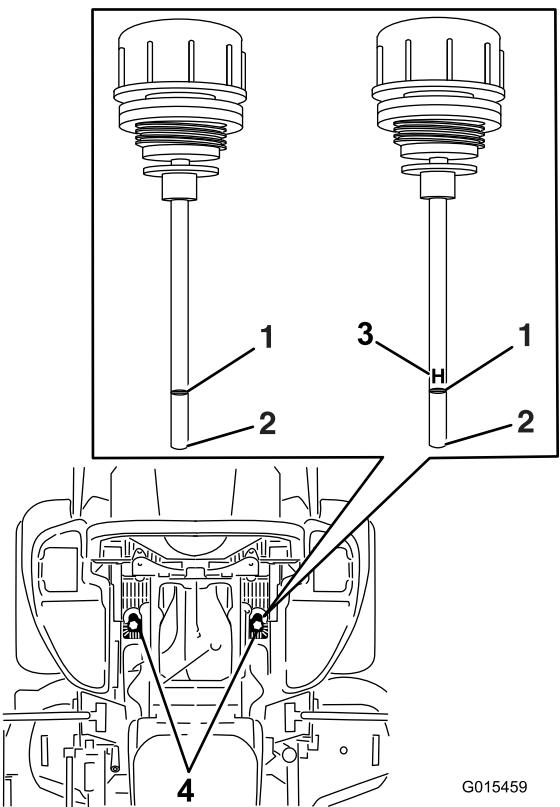

Figura 82
6. Limpie la zona alrededor de las varillas de los depósitos del sistema hidráulico (Figura 82).
7. Retire una varilla del depósito hidráulico (Figura 82).
9. Retire la varilla e inspeccione el extremo (Figura 82).